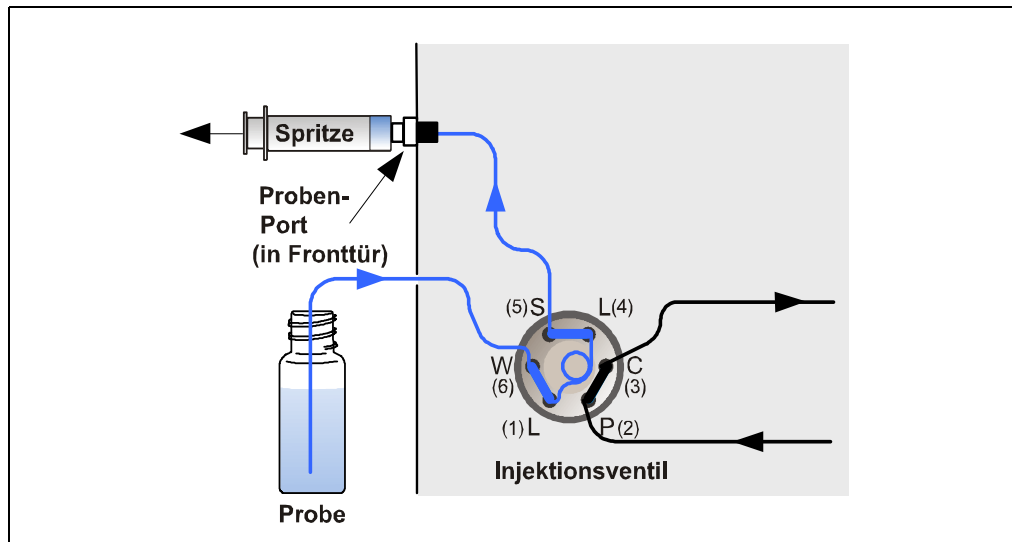

Abbildung 3-14. Zuführen der Probe mit einer vakuumgefüllten Injektionsspritze (Pull-Methode)
1. Überprüfen Sie, ob der Probenport auf der Vorderseite des ICS-900 korrekt an den Probenport **S (5)** auf dem Injektionsventil angeschlossen ist (siehe Abbildung 3-14).
2. Trennen Sie die Abflussleitung vom Port **W (6)** auf dem Injektionsventil, und schließen Sie eine kürzere Leitung an: 25–30 cm langes PEEK- oder Teflon®-Kapillar (siehe Abbildung 3-14).